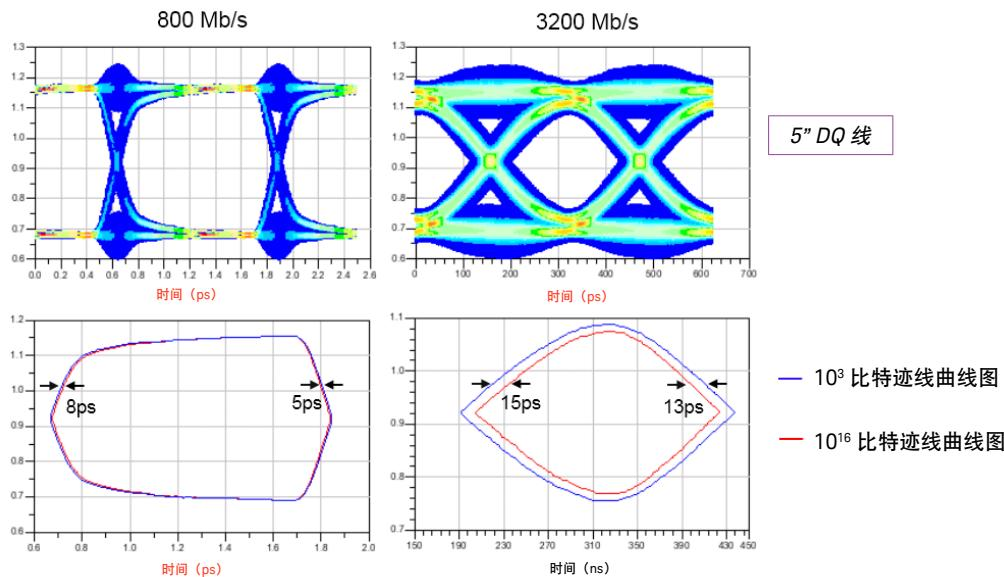
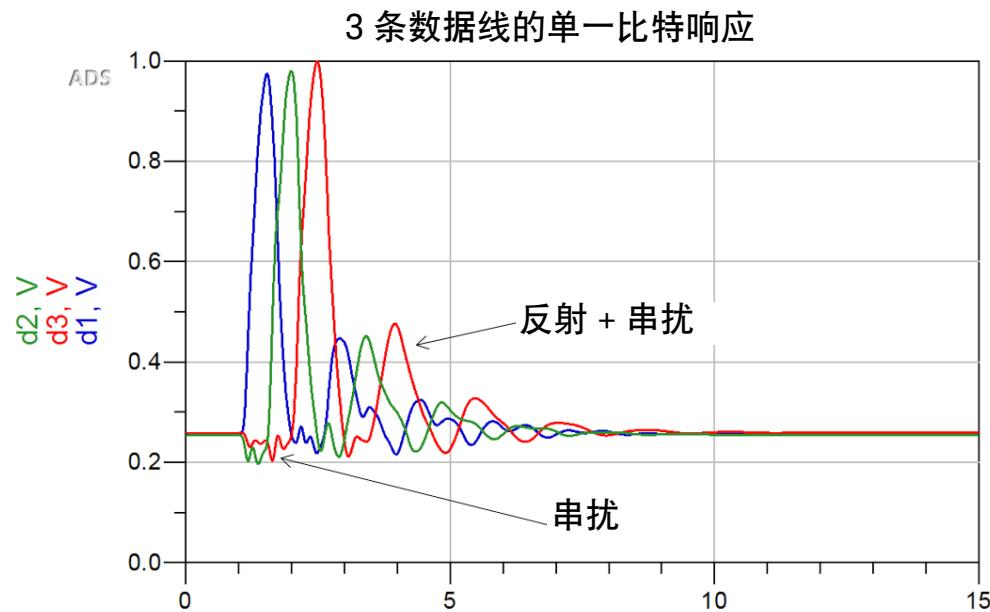

图 11. 在更快的速度下，随机性抖动和确定性抖动会占据眼图中相当大的比例。
图 12. 阻抗不匹配导致 ISI。来自附近走线的串扰增加了干扰。
问题在于，在更快的速度下，随机性抖动和确定性抖动影响更大，占据了眼图（即单位间隔 (UI)）中相当大的比例，如图 11 所示。物理长度相同的走线此时在任意时间点上传输的比特数更多（例如电长度更长 = 波长更多），这意味着任何阻抗不匹配（一个比特的反射）都会导致符号间干扰 (ISI)，从而影响其后更多的比特。邻近走线的串扰只是增加了干扰（图 12）。